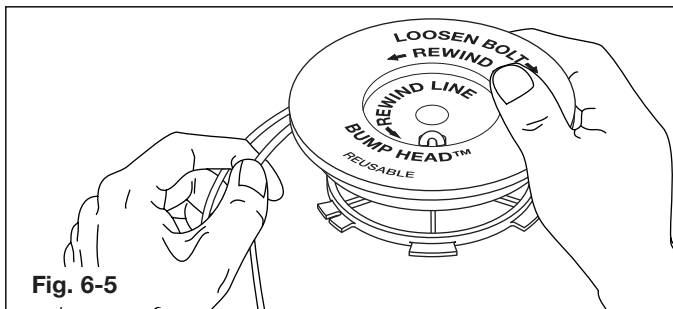

Fig. 6-5
7. Enroulez les fils en couches uniformes serrées sur le moulinet (Fig. 6-5). Enroulez le fil dans le sens indiqué sur le moulinet intérieur. Placez votre index entre les deux fils pour les empêcher de se superposer. Ne superposez pas les extrémités du fil. Passez à l'étape 11.